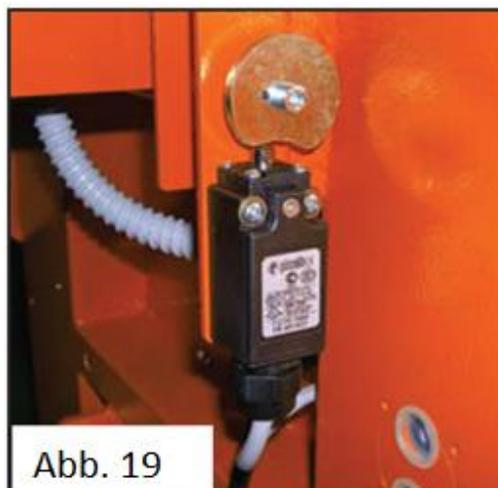

Abb. 19
- 4) Die Maschine hat einen Sicherheitsendschalter, der versehentliches Einschalten verhindert, wenn der Säge Tisch in Transportposition ist (Abb. 19).